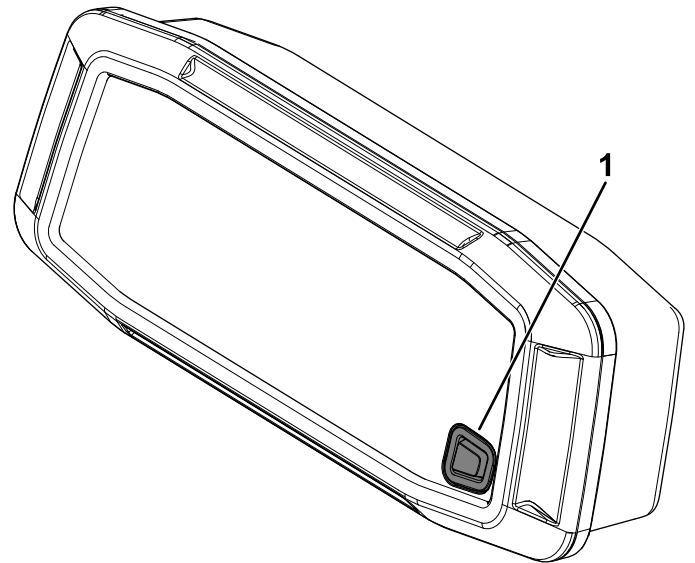

Figura 91
3. Con el motor en funcionamiento y sin pisar el pedal del freno, mantenga pulsado el botón de pantalla durante 10 segundos (Figura 91).